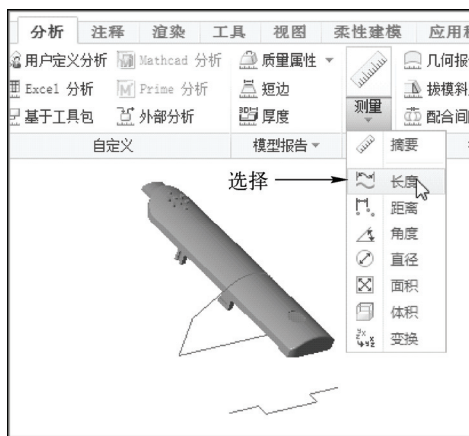

图 12-16 选择“长度”选项
STEP 02 在功能区选项板中切换至“分析”选项卡，单击“测量”面板中“测量”下方的下拉按钮，在弹出的列表框中选择“长度”选项，如图 12-16 所示。